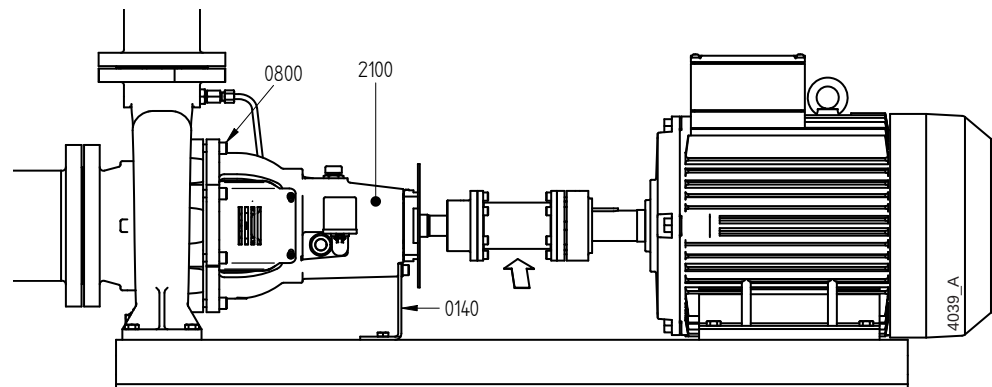

Bild 12: Back-Pull-Out-principen.
- 3 Lossa lagerhustödet (0140) från bottenplattan, se bild 12.